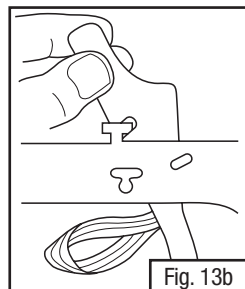
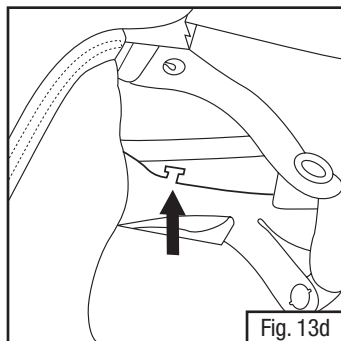

Fig. 13b
Fig. 13d
- Ubique los ganchos en forma de “T” en el arnés (Fig. 13d). La lengüeta plástica del sello facial se conecta a este gancho en el arnés. Para conectar, deslice las lengüetas **entre el arnés y el armazón del casco**. Anexe la muesca en las lengüetas del sello facial en los ganchos “T” ubicados en la banda para la cabeza del arnés (Fig. 13b).